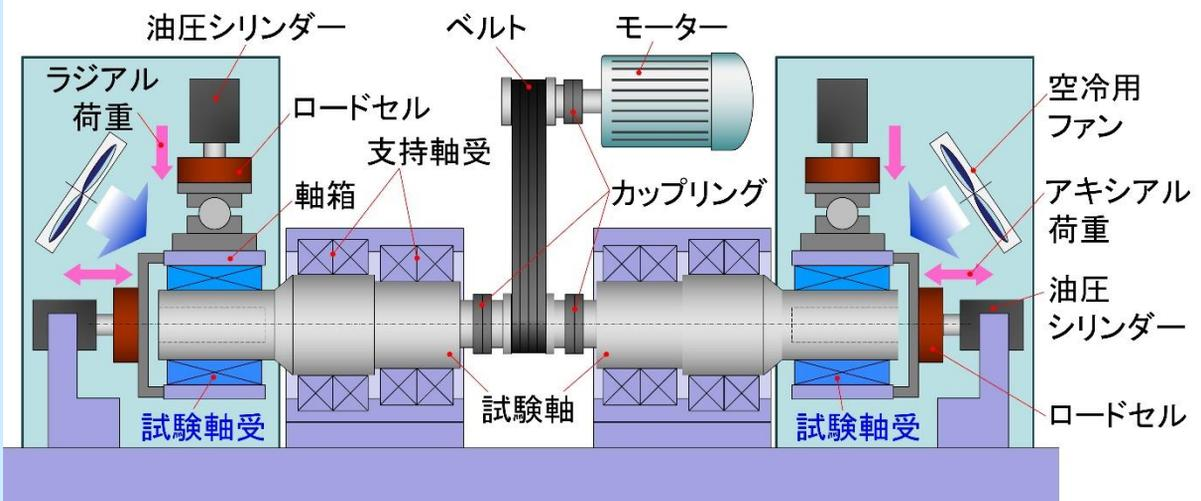
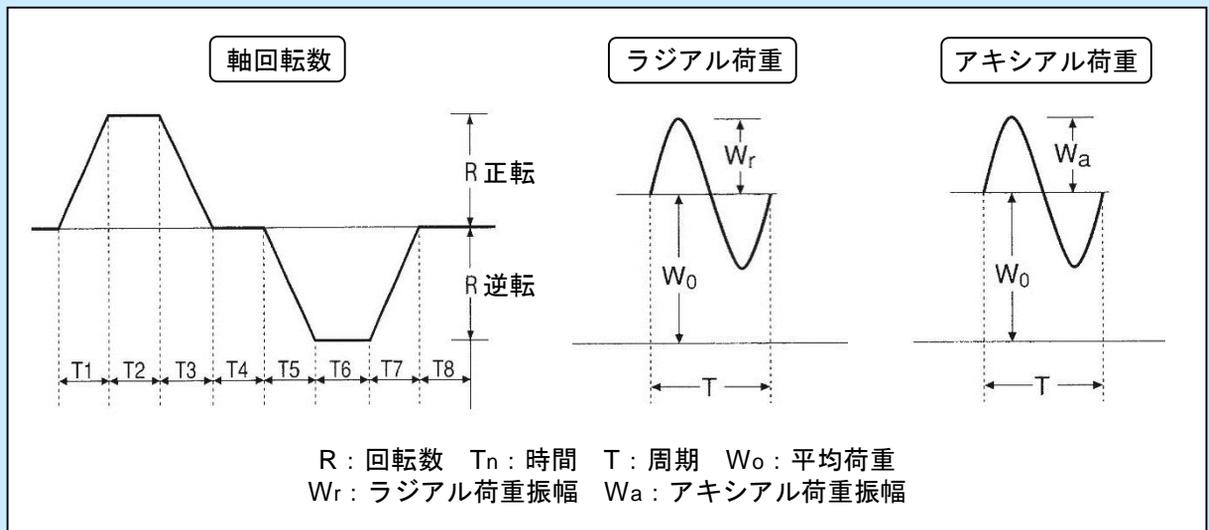

図1 試験装置の概要
図2 運転パターン例
- 実物の車軸軸受を試験軸受とし、一定または変動のラジアル荷重・アキシャル荷重を負荷させながら回転試験を行うことができます（図1）。
①試験軸回転数 ②ラジアル荷重 ③アキシャル荷重
④軸受外輪温度 ⑤雰囲気温度 ⑥軸箱振動加速度
- 試験軸回転数やラジアル荷重、アキシャル荷重のパターンをあらかじめ入力することで、自動運転ができます（図2）。